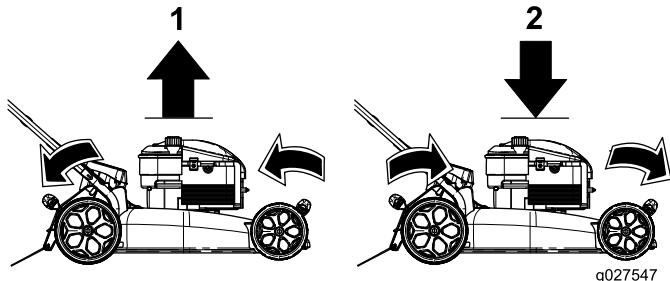

Figure 12
**Remarque:** Pour éléver ou abaisser la machine, déplacez les leviers de hauteur de coupe comme montré à la Figure 12.